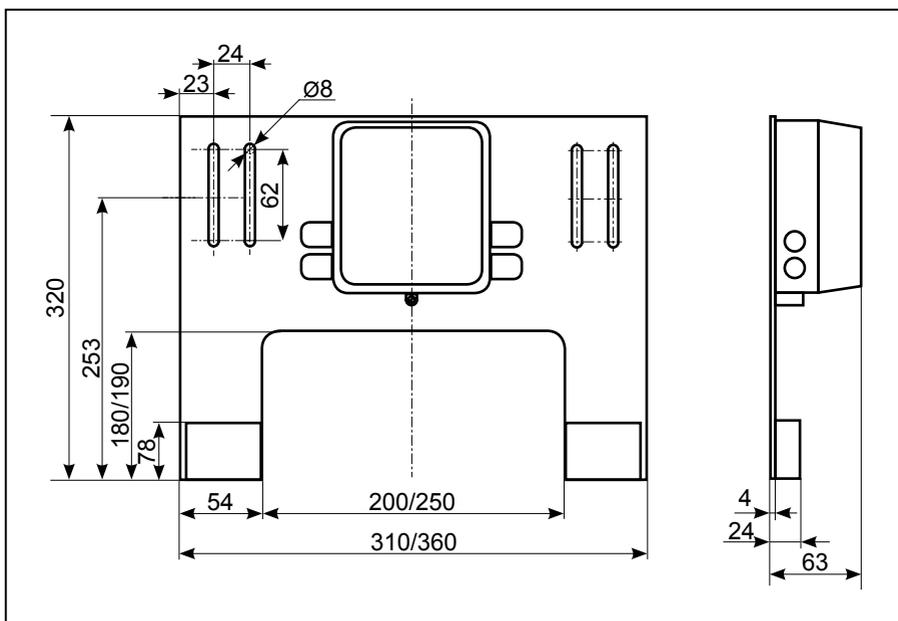

Рисунок 7. Габаритные и установочные размеры для исполнения на ширину конвейера 200/250 мм
7.8 На странице «Счётчики» расположены значения внутренних счётчиков: постоянного (фискального), сменного, отгрузки рисунок 7.